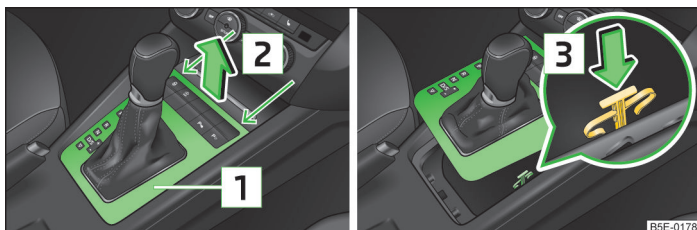

Fig. 212 Deblocarea de urgență a selectorului de viteze
- Prindeți capacul [1] în zona săgeților și ridicați-l cu grijă în sensul săgeții [2] în față și apoi în spate » fig. 212.